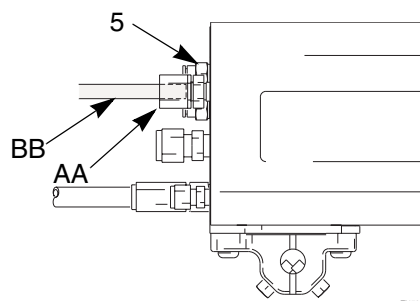

Fig. 10. Cable de fibra óptica
2. Saque la tuerca (AA) del racor para fibra óptica (5), y deslice la tuerca sobre el extremo del cable de fibra óptica (BB). Vea Fig. 10.
3. Introduzca el cable (BB) en el racor (5), y empújelo hasta que llegue al fondo. Apriete la tuerca (AA) para fijar el cable.